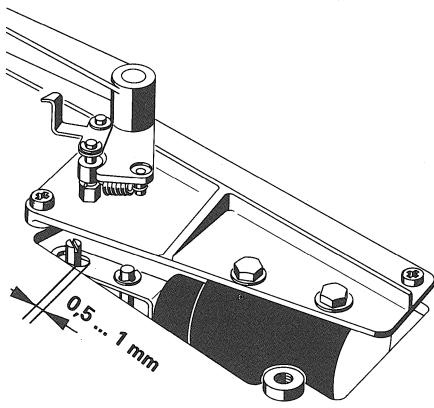

Fig. 4.3.-2
- An der Andruckrollen Achse (Deckel von der Achse losschrauben) einen Nylonfaden einhängen und mit einer Federwaage in Richtung A (Fig. 4.3. - 1) ziehen bis die Andruckrolle von der Tonwelle abhebt. Die Federwaage muss 1 ... 1.3 kg (10 ... 13N) anzeigen.
- Attach spring scale to nylon thread and pull in direction A (fig. 4.3. - 1) until a pitch variation (wow) in the reproduced tone becomes noticeable.
- Par l'intermédiaire d'un fil de nylon fixé d'une part sur l'axe du galet presseur (éventuellement dévisser le couvercle de l'axe) et d'autre part à un dynamomètre. Tirer le bras dans la direction A (Fig. 4.3. - 1) jusqu'à ce que le galet presseur se décolle de l'axe de cabestan.
- Andruckmagnet lösen und soweit nach links verschieben, dass zwischen Achse und Bügel ein Luftspalt von ca. 0.5 . . 1 mm entsteht (Fig. 4.3. - 2).
- Press button PLAY and keep it depressed. Loosen the mounting screws of the pinch-roller magnet and move it sufficiently to the left until a clearance of 0.5 to 1.0 mm is obtained at the point shown in figure 4.3. - 2.